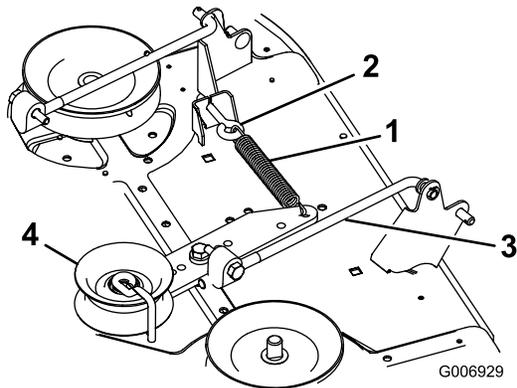

Figura 38
- Desenganche el muelle del brazo de la polea tensora del soporte en el cortacésped (Figura 38).